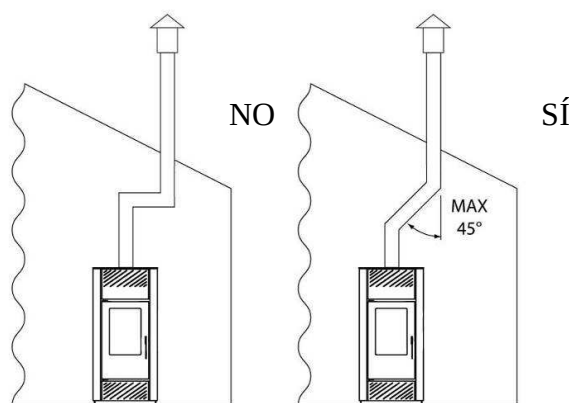

Fig.2
- La sección interna debe ser uniforme, preferiblemente circular: las secciones cuadradas o rectangulares deben tener aristas redondeadas con radio no inferior a 20 mm; relación máxima entre los lados de 1.5; paredes lo más posible lisas o sin estrechamientos, las curvas regulares y sin discontinuidad, desviaciones del eje no superiores a 45° (fig.2).